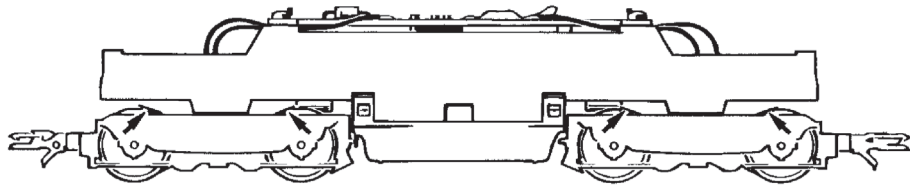

Fig. 7
2. Schmierung: Versehen Sie die im Schmierplan in Fig. 7 gekennzeichneten Stellen mit nur **kleinen Öltröpfen**. Dazu zuerst das Lokgehäuse abnehmen (Fig. 3). Wir empfehlen den **ROCO Öler Art.-Nr. 10906**. Fürs Schmieren der Getriebeteile (Zahnräder, Schnecke) empfehlen wir das **ROCO-Spezialfett Art.-Nr. 10905**. Im Falle der Schmierung diese Teile **nicht ölen**.
2. Lubrication: Apply **tiny oil drops** to spots marked in fig. 7. Prior to lubrication dismantle locomotive (fig. 3). We recommend using item no. **10906, Roco oiler**. For lubrication the gearparts (e.g. cogwheels, worm) we should recommend our Roco **special grease** (item no. **10905**).
2. Graissage: N'appliquez **qu'une toute petite goutte** aux endroits indiqués par le plan de graissage (fig. 7) après avoir démonté la caisse de la locomotive (fig. 3). Nous vous recommandons **le graisseur à huile Roco réf. 10906**. Pour graisser les engrenages (roues dentées, vis sans fin) nous vous conseillons la **graisse spéciale Roco réf. 10905** pour engrenages en matières synthétiques. Lorsque vous utilisez cette graisse il faut éviter d'huiler ces composants.